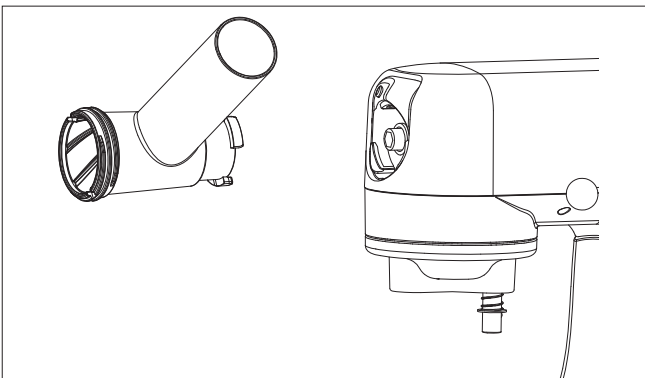

Abb. 14 – Schneckengehäuse montieren
4. Setzen Sie das Schneckengehäuse in den Fleischwolfanschluss ein (siehe Abb. 14).